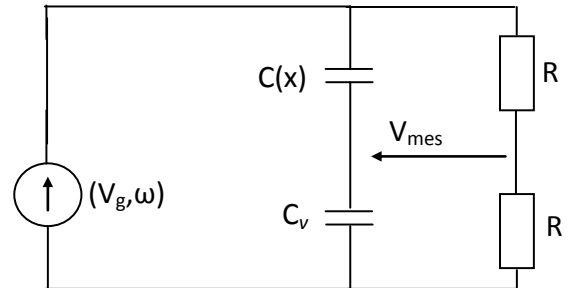

Figure2 : Circuit de conditionnement du capteur
3. Le capteur est monté dans un circuit en pont selon le schéma de la **figure2**. Le condensateur C_v est un condensateur variable dont on règle la valeur à $C_0 = C(x=0)$. Donner l'expression de la tension différentielle de mesure V_{mes} en fonction de x , h , ϵ_1 , ϵ_2 et V_g . On donne $V_g = 10$ V.